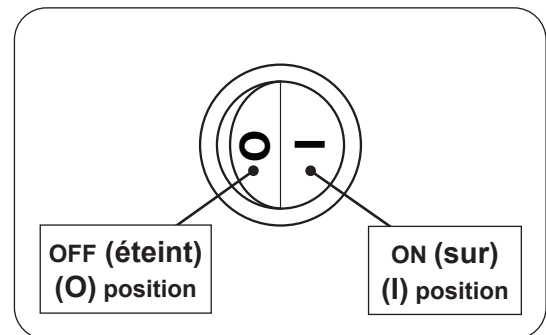

Fig. 53-1 Opération manuelle
3. Appuyez sur l'interrupteur ON/OFF (sur/éteint) à la position **ON** (sur) (**I**) (see Fig. 53-1).